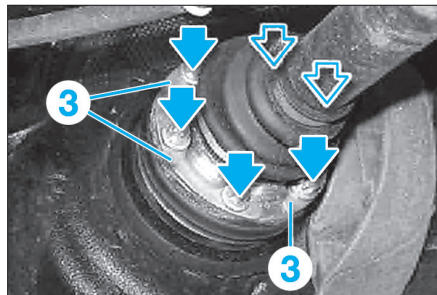

Fig. 10
- Déposer les vis avec les tôles d'appui (3) (Fig.10).